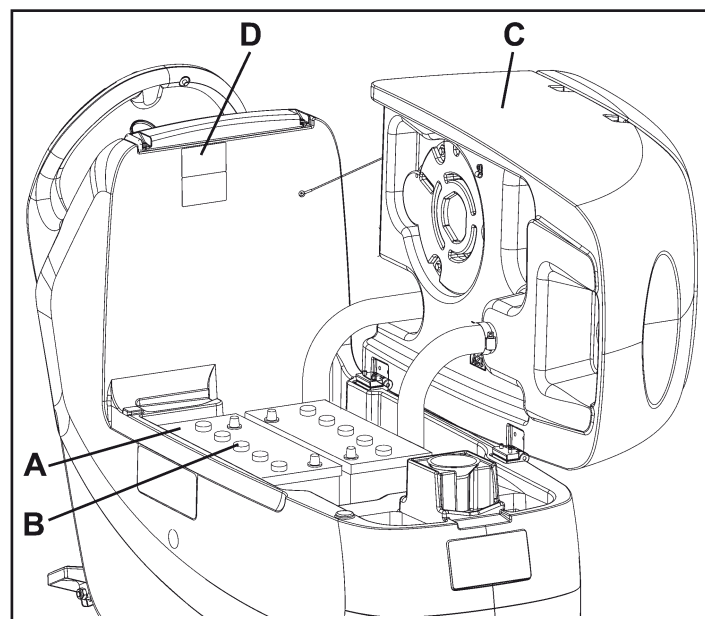
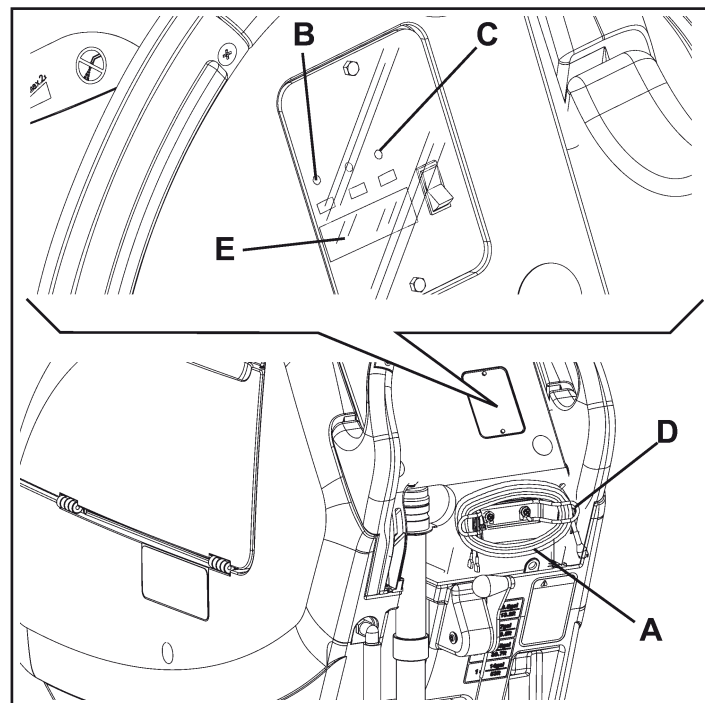

Figure 39
Figure 40
7. Brancher le câble (A, Fig. 40) du chargeur de batterie au réseau électrique [la tension et la fréquence de réseau doivent coïncider avec les valeurs correspondantes du chargeur de batterie, indiquées sur la plaque avec numéro de série de la machine (D, Fig. 39)].
Lorsque le témoin lumineux rouge (B, Fig. 40) s'allume fixe sur le tableau de bord du chargeur de batterie, il indique que le chargeur de batterie est en train de charger les batteries.
*Pour de plus amples informations relatives au fonctionnement du chargeur de batterie (E, Fig. 40), se référer au manuel spécifique.*